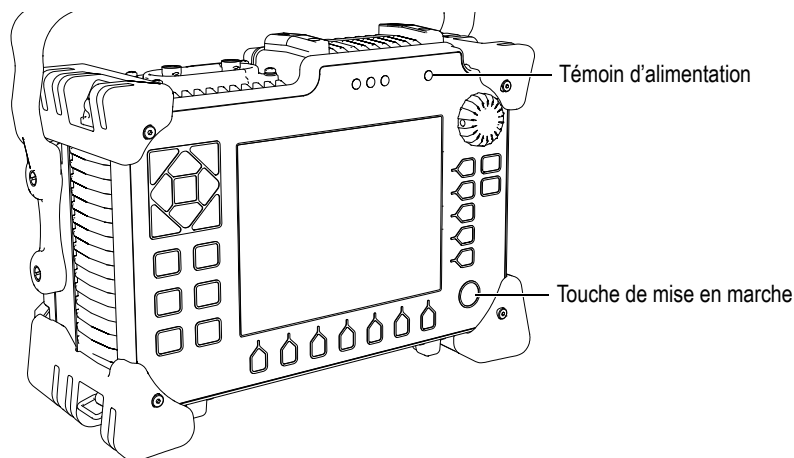

Figure 2-1 Emplacement de la touche de mise en marche et du témoin d'alimentation de l'EPOCH 1000
La Figure 2-1 à la page 40 montre l'emplacement de la touche de mise en marche et du témoin d'alimentation.
4. Allumez l'EPOCH 1000 en appuyant sur le bouton de mise en marche sur le panneau avant (voir la Figure 2-1 à la page 40).
Le témoin d'alimentation sur le panneau avant de l'appareil s'allume (voir la Figure 2-1 à la page 40).